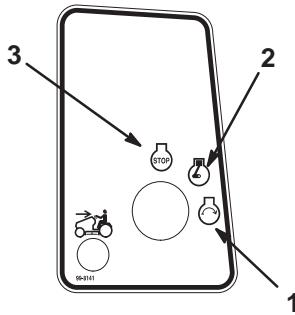

Figure 9
- Tournez la clé de contact dans le sens des aiguilles d'une montre et maintenez-la en position de Démarrage (Fig. 9). Relâchez la clé quand le moteur démarre.
- Tournez la clé de contact en position Contact coupé (Fig. 9).